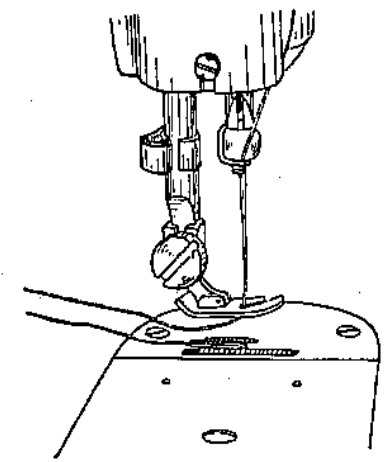

Abb. 10
3. Unterfaden mit dem Oberfaden unter den Steppfuß streichen und nach hinten legen (Abb. 10).